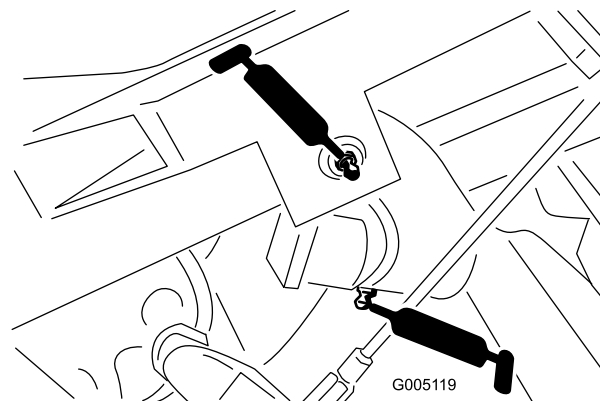

Figura 27
- Articulação do braço de elevação (3) e dobradiça (3) (Figura 27)